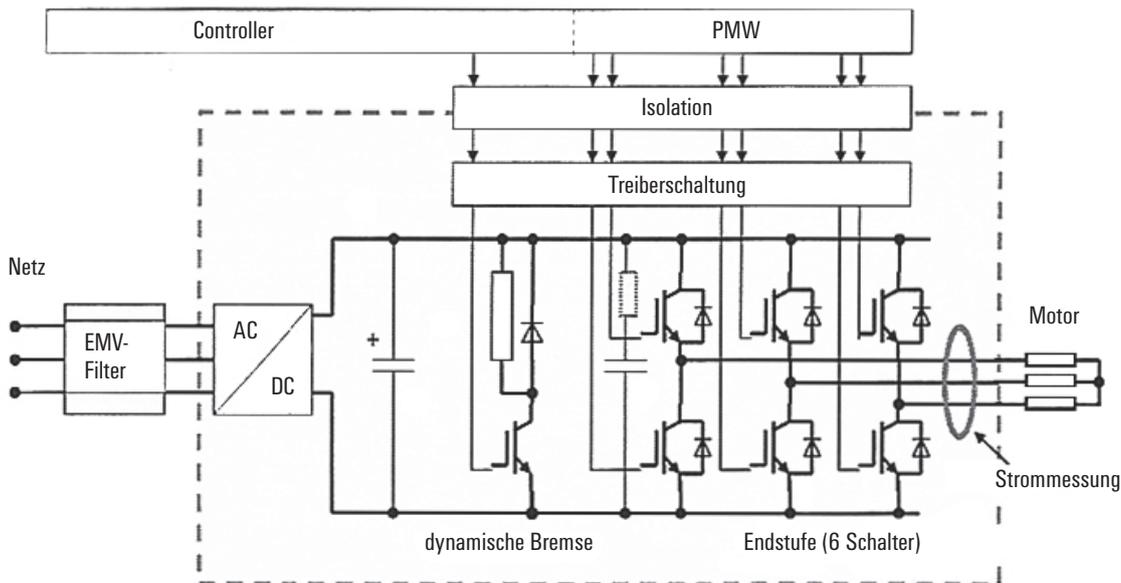

Abb. 3: Schaltplan einer Motorsteuerung
- Abbildung 3: Schaltplan einer Motorsteuerung